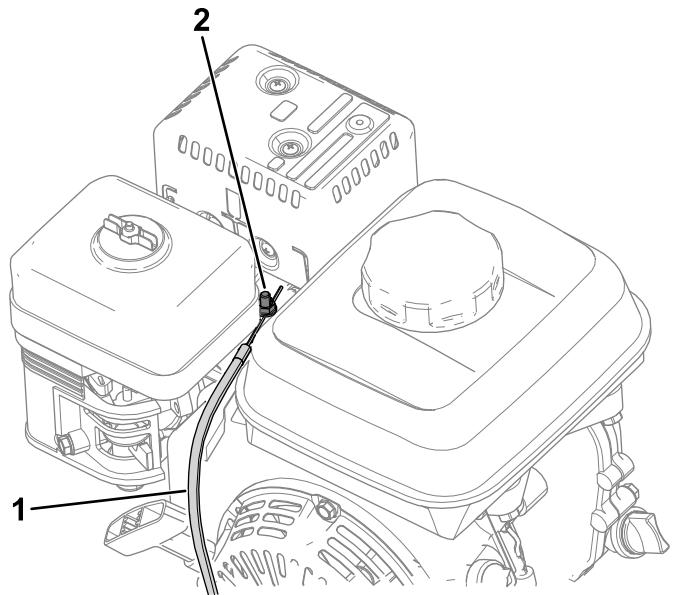

Figure 39
4. Desserrez la vis de serrage du conduit du câble (Figure 39).